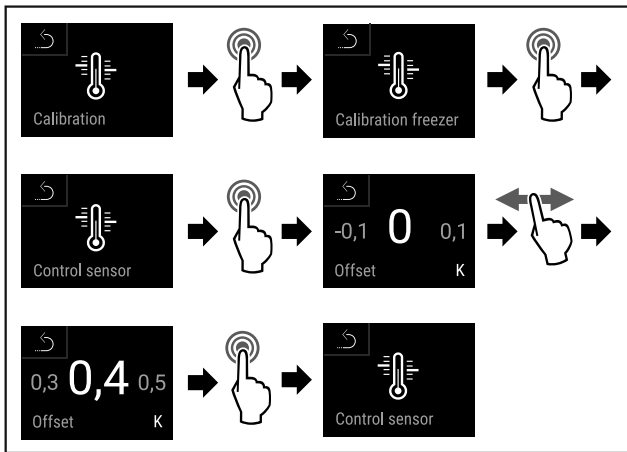

Fig. 140
- ▶ Εκτελέστε τα βήματα ενεργειών (βλέπε Fig. 140) .